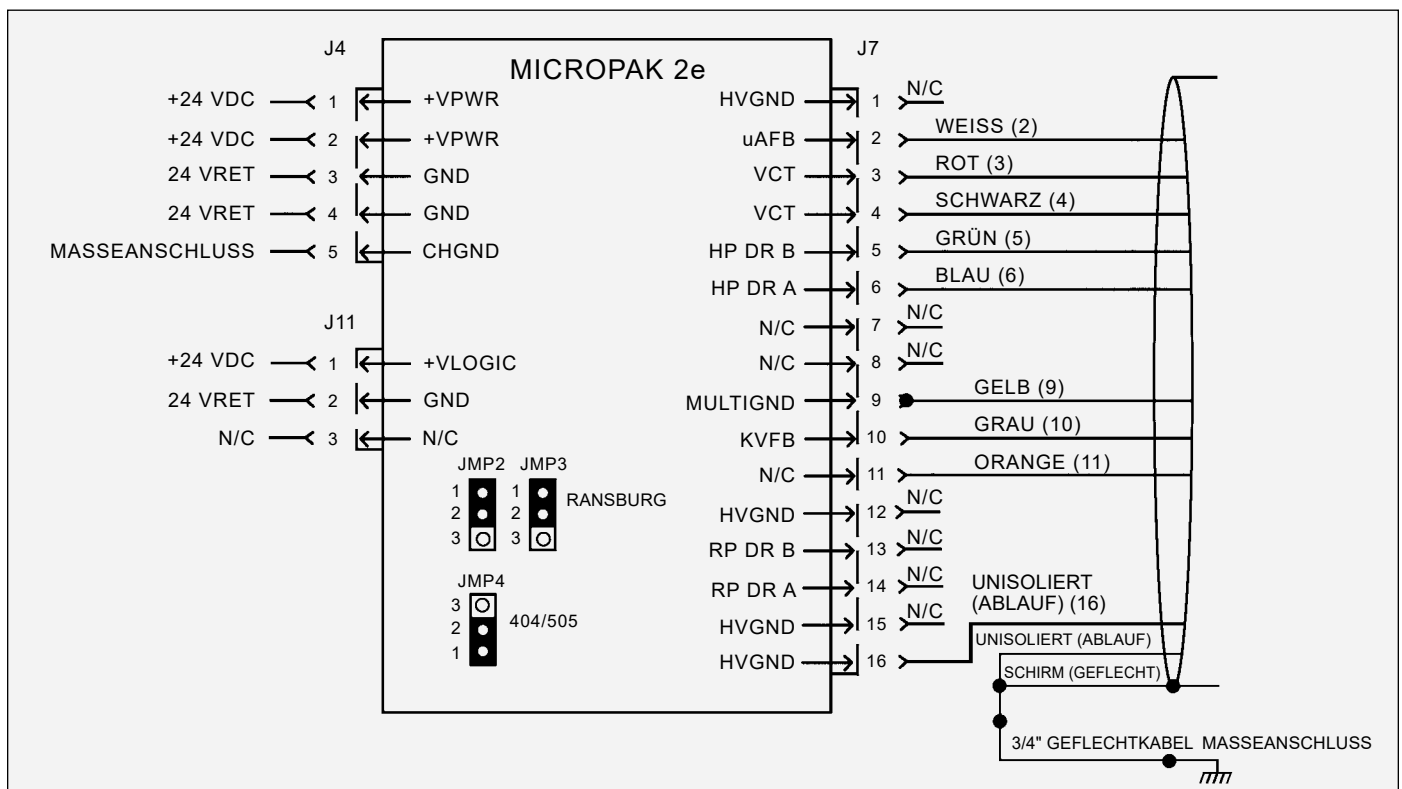

Abbildung 24: Stromanschlüsse für den MP2e mit HP404/RP404/HP505-Cascades
1. Das Netzteil muss nur an einem Punkt mit der tatsächlichen Erdung verbunden werden, über den Masseanschluss des Steuerungsgehäuses. (Für Masseverbindungen siehe Abbildung 24 und 25.)
Um das Niederspannungskabel an die MP2e-HV-Steuerung anzuschließen, befolgen Sie die Verdrahtungsinformationen aus Abbildung 24 oder 25 und Tabelle 2. Stellen Sie sicher, dass Sie sowohl das Niederspannungskabel als auch den MP2e-HV-Steuerung, wie in Abbildung 2 dargestellt, ordnungsgemäß erden.